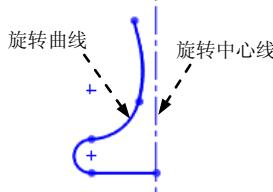
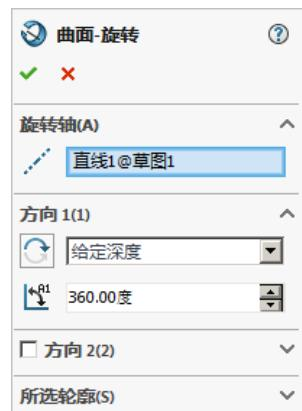

图 6.4.7 定义旋转曲线
图 6.4.8 “曲面-旋转”对话框
Step3. 定义旋转曲线。选取图 6.4.7 所示的曲线为旋转曲线，系统弹出图 6.4.8 所示的“曲面-旋转”对话框。
说明：在选取旋转曲线时，系统自动将图 6.4.7 所示的中心线选取为旋转轴，所以此例不需要再选取旋转轴；用户可以通过单击 文本框来选择中心线。
Step5. 定义旋转类型及角度。在“曲面-旋转”对话框**方向 1(1)**区域的下拉列表中选择**给定深度**选项；在**文本框**中输入角度值 360.00，如图 6.4.8 所示。